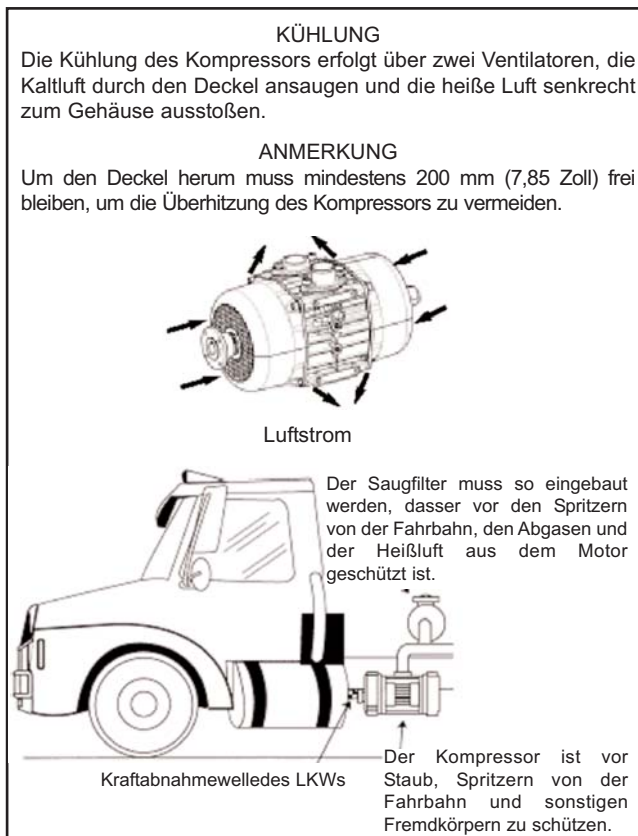

Abb. 4
4. Der Kompressor ist so zu montieren, dass er vor Staub, Spritzern von der Fahrbahn und sonstigen Fremdkörpern geschützt ist. Die Einbaustelle muss regelmäßige Überprüfungen sowie Reinigungs- und Instandhaltungsarbeiten ermöglichen. Es empfiehlt sich, den Saugfilter so anzubringen, dass er saubere Kaltluft absorbiert und sich in sicherer Entfernung von der Wärmeentwicklung und den Abgasen des Motors befindet ; siehe Abb. 4.